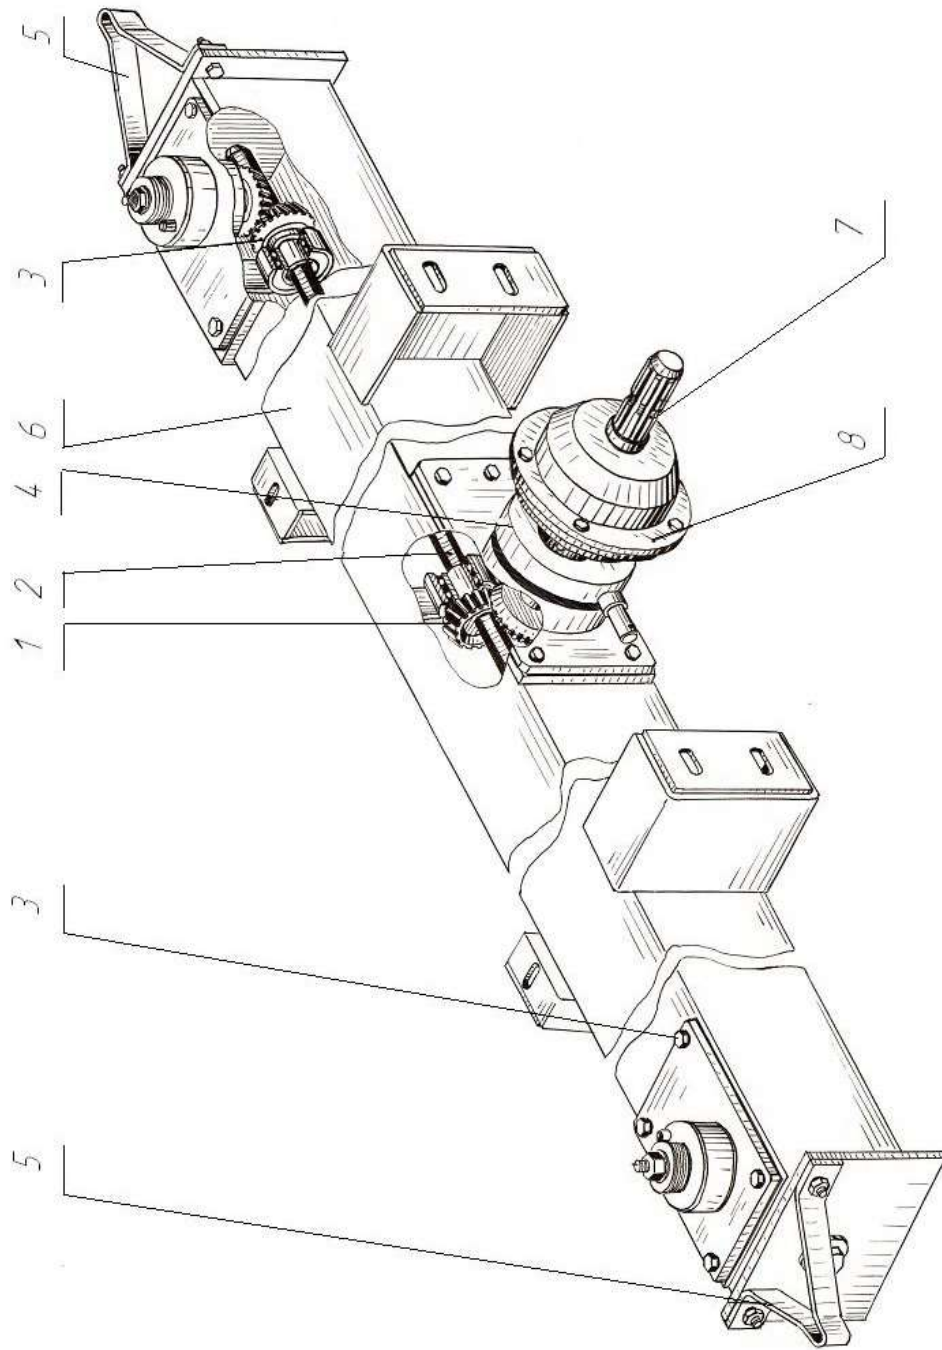

Рисунок 5 - Привод
2.3 Привод представляет собой сборочную конструкцию, состоящую из корпуса 6 (рисунок 5), внутри которого расположены три конических редуктора. В средней части привода расположен конический редуктор 1, состоящий из вала входного и полого вала-шестерни, через который проходит шестигранная ось 2, а так же на нём установлена шестерня для передачи крутящего момента на цилиндрический редуктор 4 привода рыхлителей.